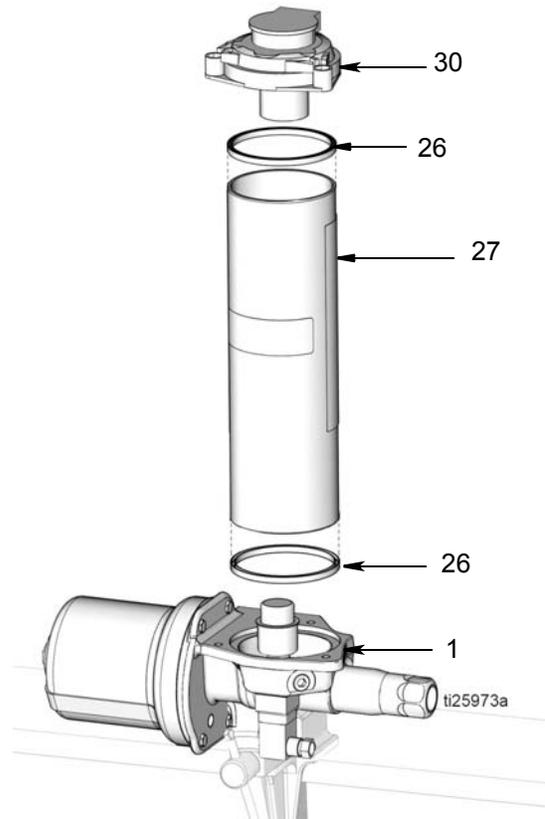

FIG. 15
11. Desmonte el depósito (27) de la base de la bomba (1) (FIG. 15). Si se van a cambiar las juntas del depósito (26), desmóntelas del depósito. Deseche las juntas según la normativa para una eliminación adecuada.